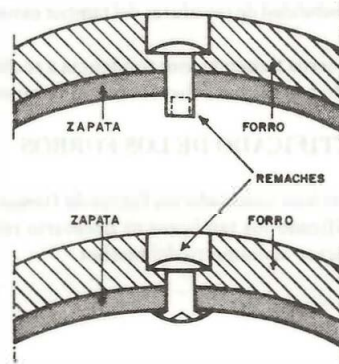

Fig. 5
En este caso la fijación se realiza con remaches que pueden ser de cobre, bronce, latón o aluminio. La forma del remache más utilizada es de cabeza plana y vástago hueco, con lo que se consigue un buen asentamiento del forro con la zapata (fig. 5).
c. Retire los forros de freno (fig. 5).